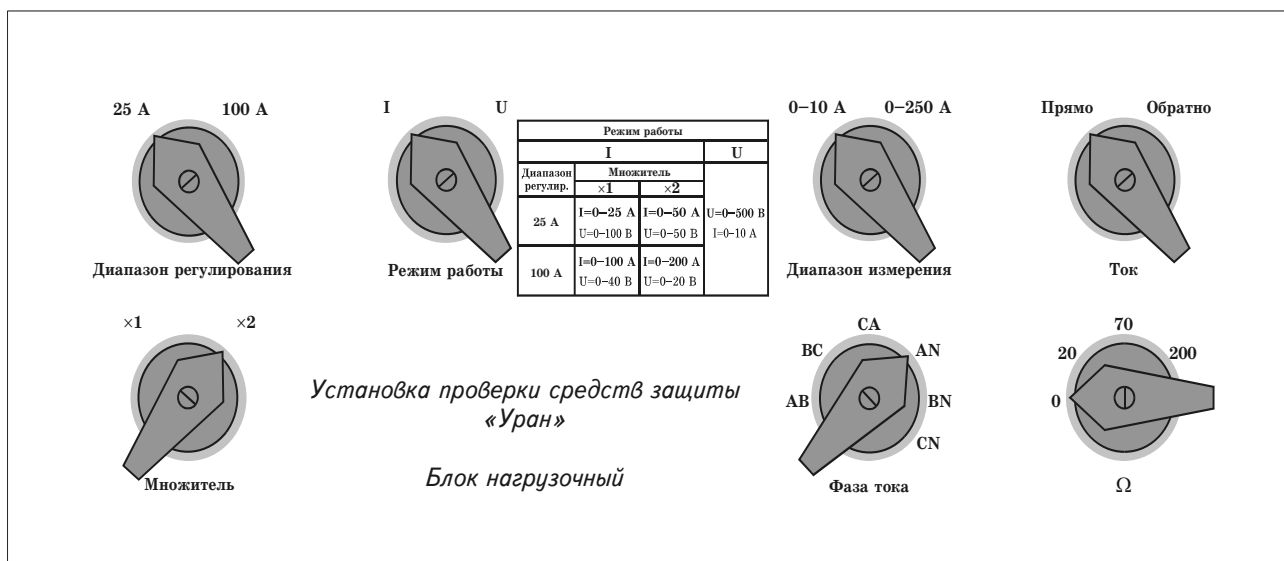

Рисунок 4 – Передняя панель блока нагрузочного
6.3.1 К органам управления блока нагрузочного относятся переключатели, расположенные на передней панели (рис. 4).